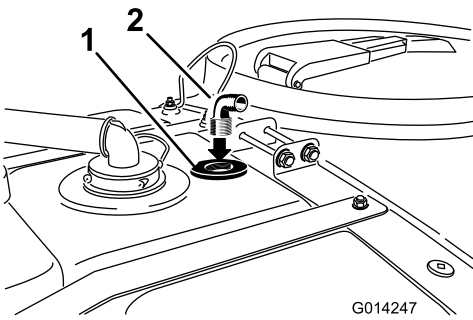

Bild 16
4. Befestigen Sie das Anschlussstück in der Gewindeöffnung des Spüldüsenschotts (Bild 16).